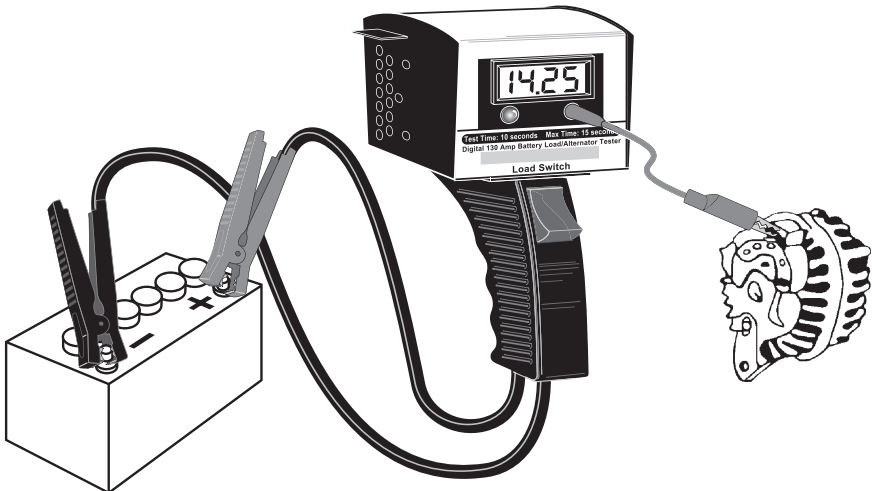

Figura 7 Configuración de pruebas de alternador
1. Como se muestra en la **figura 7**, conecte las abrazaderas del dispositivo de prueba a los bornes de la batería del vehículo: Rojo para positivo (+), negro para negativo (-). Conecte la terminal de prueba al dispositivo de prueba y la terminal positiva del alternador. En los alternadores GM, fije la terminal de prueba a la terminal N.º 1 sin desconectar el conector.